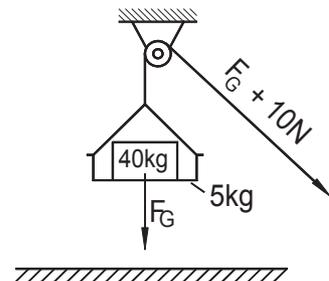

Abb. 1.3
- a) Welche Leistung ist erforderlich (W)?
5. Mit einer Seilrolle zieht ein Mann eine Last von $m = 40$ kg in 40 s 10 m hoch (Abbildung 1.3). Der Förderkorb hat eine Masse von $m = 5$ kg, die Reibung der Seilrolle wird mit 10 N (konstant) angenommen. Nach dem Ausladen lässt er das Seil einfach los.
- c) Welche Leistung vollbringt der Mann (W)?